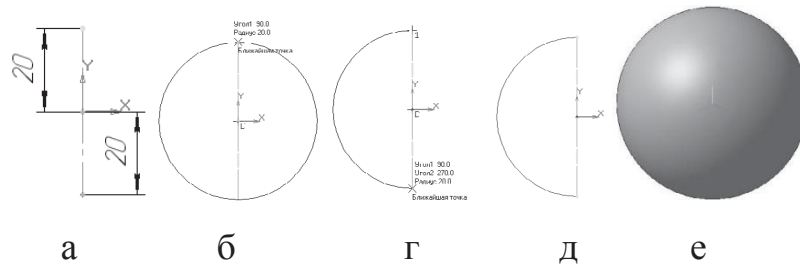

Рисунок 2.5 – Створення тривимірної моделі кулі
- побудуйте вертикальний відрізок стилем **осьова** з початку координат довжиною **20 мм** нагору і вниз (рис. 2.5, а);
- вкажіть верхню точку осьової лінії (спрацює глобальна прив'язка **Найближча точка**) – рис. 2.5, б;
- потягніть дугу та вкажіть нижню точку осьової лінії (спрацює глобальна прив'язка **Найближча точка**) – рис. 2.5, г;